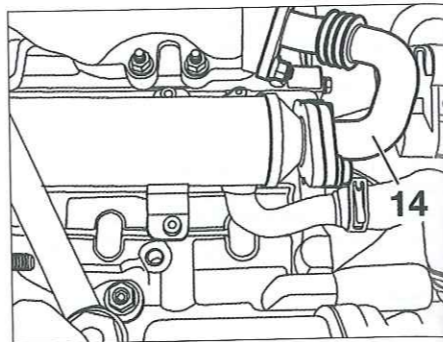

Fig. 50
- Desmontar el tubo (14) de unión del radiador de reciclaje de los gases (Fig.50).